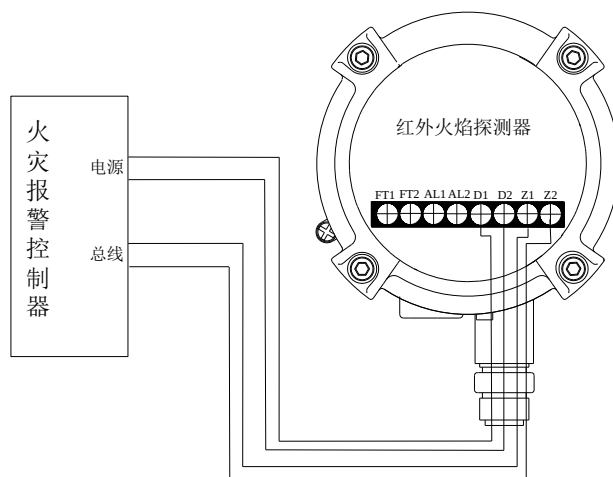

图 9 探测器配接应用示意图
1. 探测器与我公司生产的火灾报警控制器配接时，应用示意图如图 9 所示。